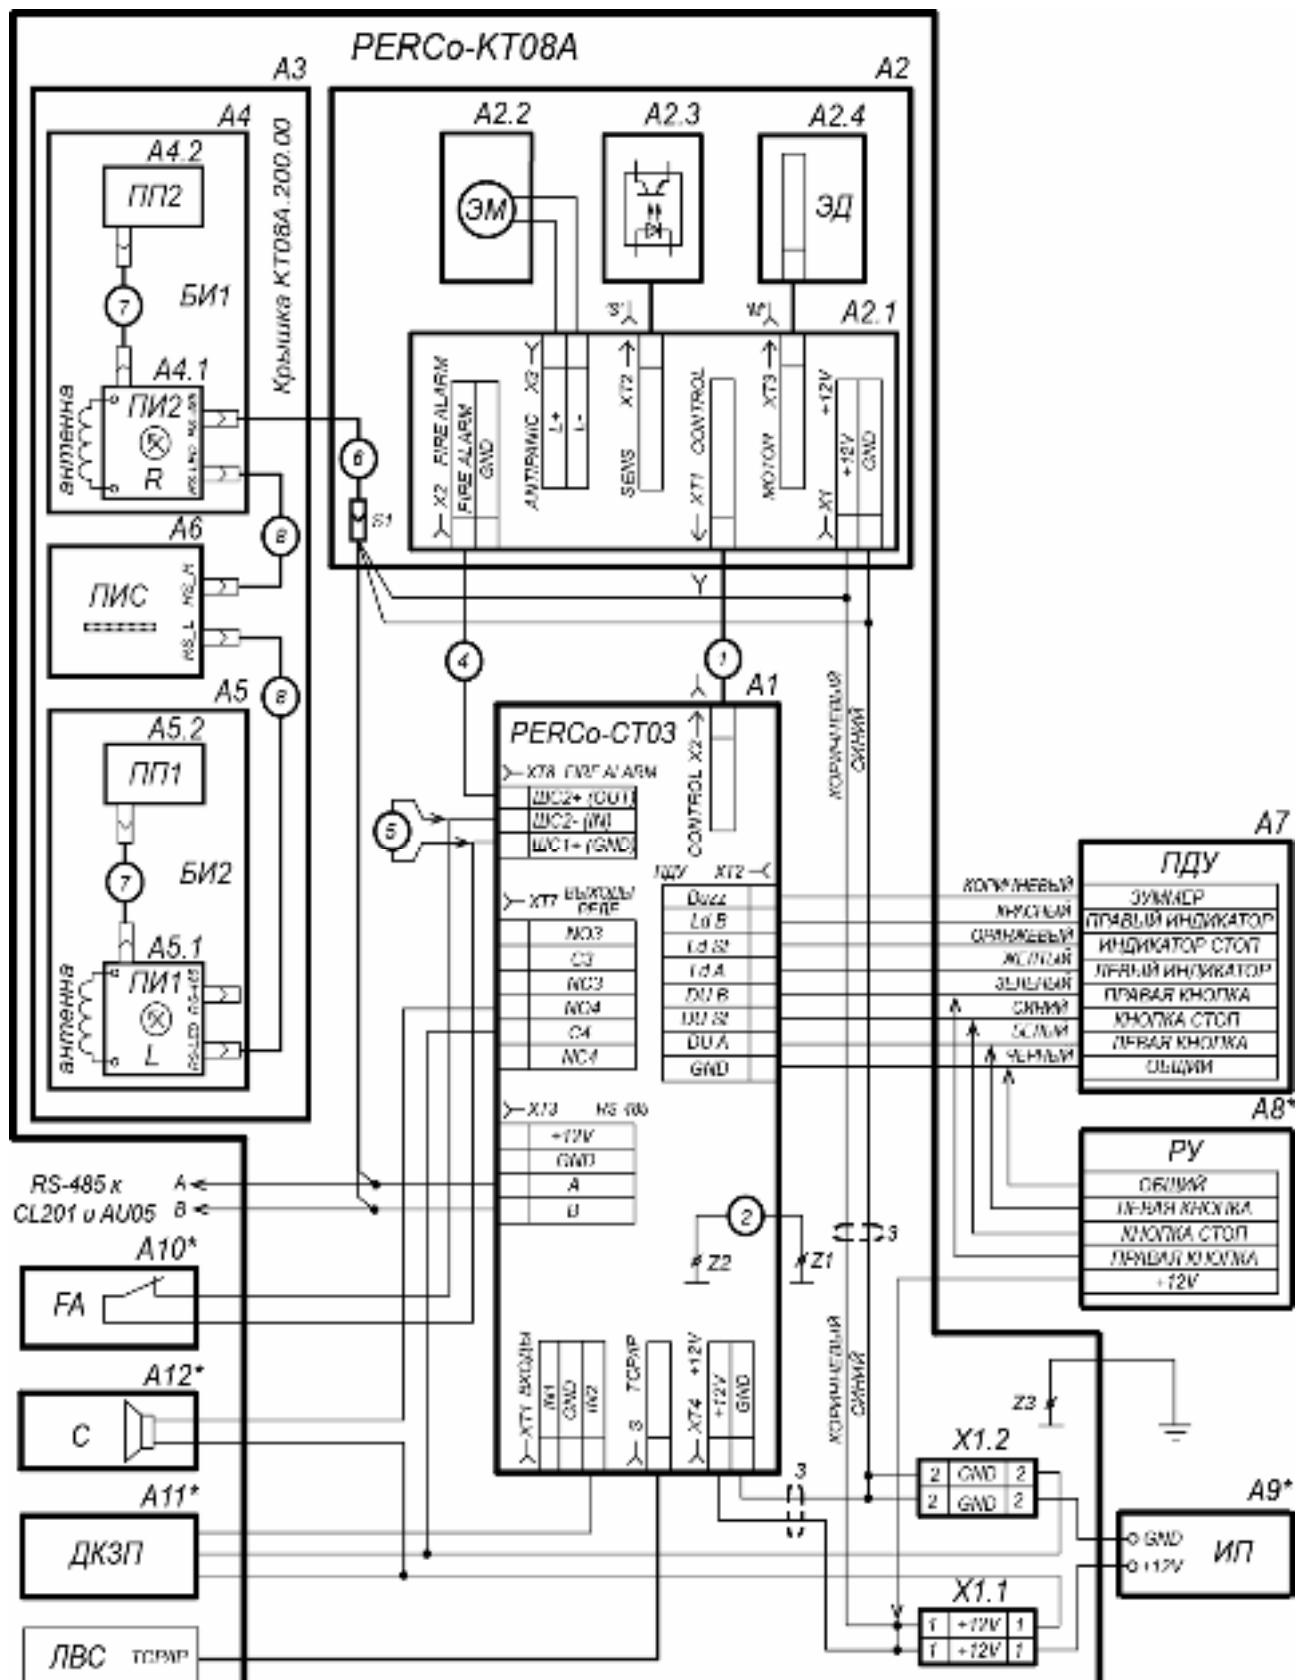

Рисунок 13. Схема подключения ЭП и дополнительного оборудования¹
10. Установите стойку ЭП на гильзы анкеров и закрепите ее болтами M10 (15) с помощью торцового ключа S17. При установке контролируйте вертикальность положения стойки с помощью уровня.
11. Установите заглушки (16) из комплекта поставки.
12. Согласно схеме, приведенной на рис. 13, произведите подключения: